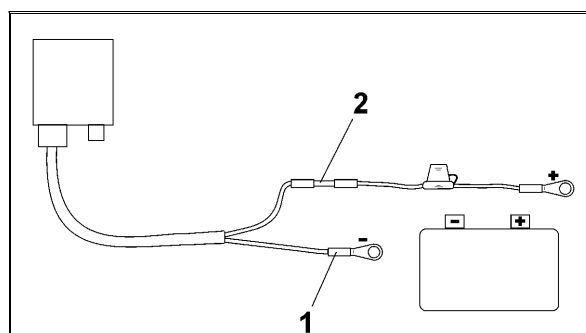

Fig. 4
- Enden af det blå kabel (stelforbindelse) fæstnes i ringbeslaget (Fig. 4/1)
- Det brune kabel (+ 12 Volt) føres ind i spændingsforbindelsens (Fig. 4/2) frie ende.
- Stødspændingsforbindelsen (Fig. 4/2) varmes op (med et fyrtøj eller en varmtluftsøhn), til den skrumper ind og limen strømmer ud.